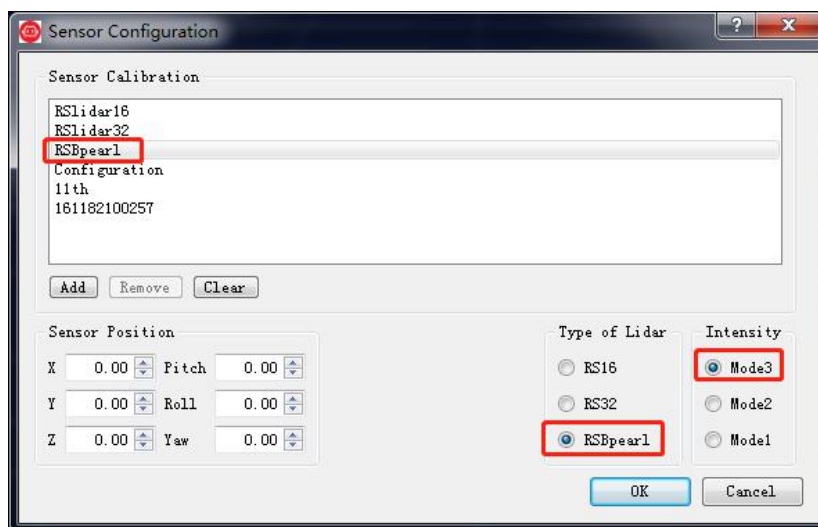

图 C-2 选择 RS-Bpearl 参数配置文件
4. 在弹出的 **Sensor Configuration** 窗口中,选择 RSBpearl,“Type of Lidar”勾选 RSBpearl,“Intensity”选择 Mode3,之后点击“OK”即可,如下图 C-2 所示: